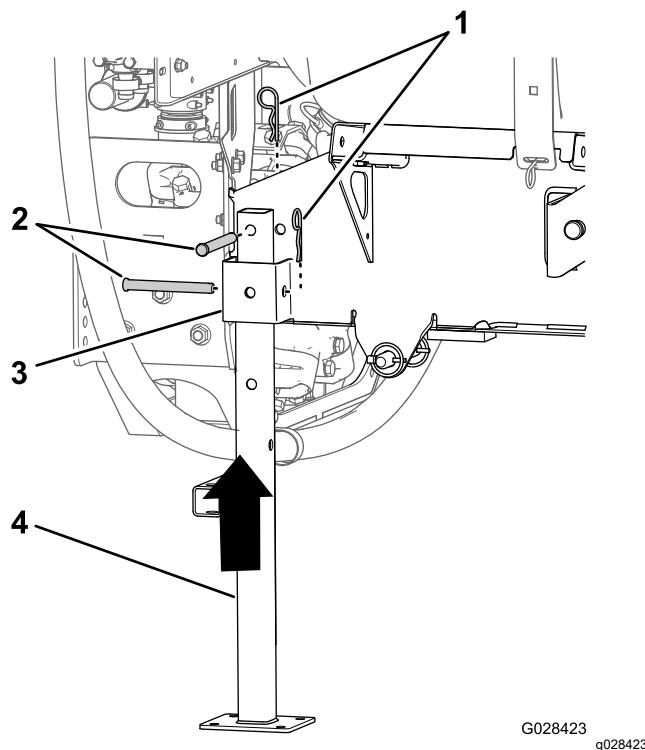

Figura 136
- Alinee la pata de apoyo trasera con el receptor de la pata trasera (Figura 136).
- Alinee el orificio de la parte superior de la pata de apoyo con el orificio del bastidor del patín del depósito (Figura 136).
- Sujete la pata de apoyo al receptor y al bastidor con dos pasadores ($\frac{1}{2}$ " $\times$ $4\frac{1}{2}$ ") y dos chavetas ($\frac{5}{32}$ " $\times$ $2\frac{5}{8}$ "), como se muestra en la Figura 136.